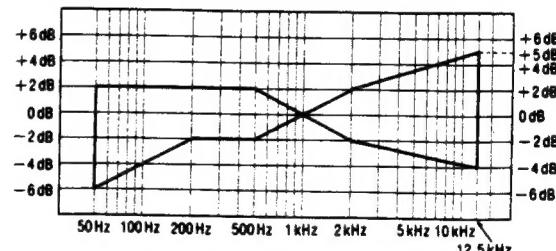

Fig. 9
6. Después de eso, incrementar la señal grabada en la cinta virgen CrO_2 (QZZCRX) y la cinta virgen metálica (QZZCRZ) hasta 12,5kHz y ajustar de la misma manera como mencionado arriba y comprobar que el nivel de frecuencia esté dentro de la gama mostrada en la Fig. 9.